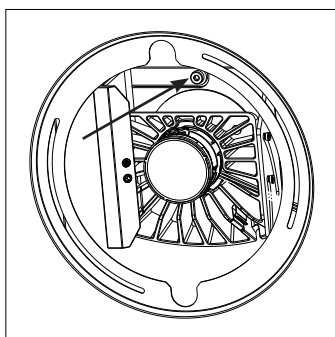

Fig. 18 (bloquear)
- a. Desbloquee el chasis del emisor aflojando el tornillo de bloqueo con una herramienta hexagonal de 4 mm (consulte la Fig. 18).